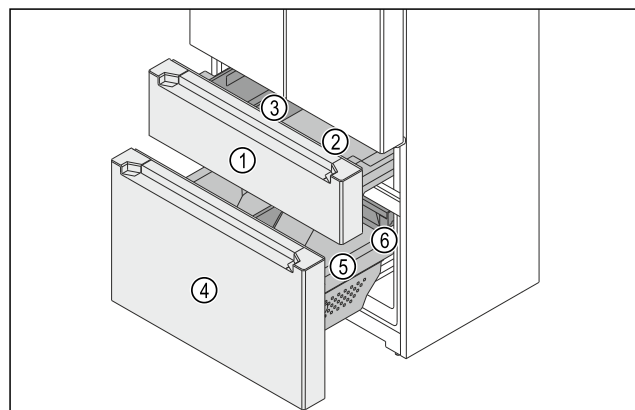

Fig. 148 Auszugswagen Gefrierteil
- (1) Oberer Auszugswagen
- (2) Behälter
- (3) FlexBox
- (4) Unterer Auszugswagen
- (5) Behälter
- (6) Schubfach
Das Gefrierteil besteht aus zwei Auszugswagen. Im oberen Auszugswagen Fig. 148 (1) sind ein Behälter Fig. 148 (2) und eine FlexBox Fig. 148 (3). Im unteren Auszugswagen Fig. 148 (4) sind ein großer Behälter Fig. 148 (5) und ein Schubfach Fig. 148 (6). Sie können die Behälter im oberen und unteren Auszugswagen zur Reinigung entnehmen.